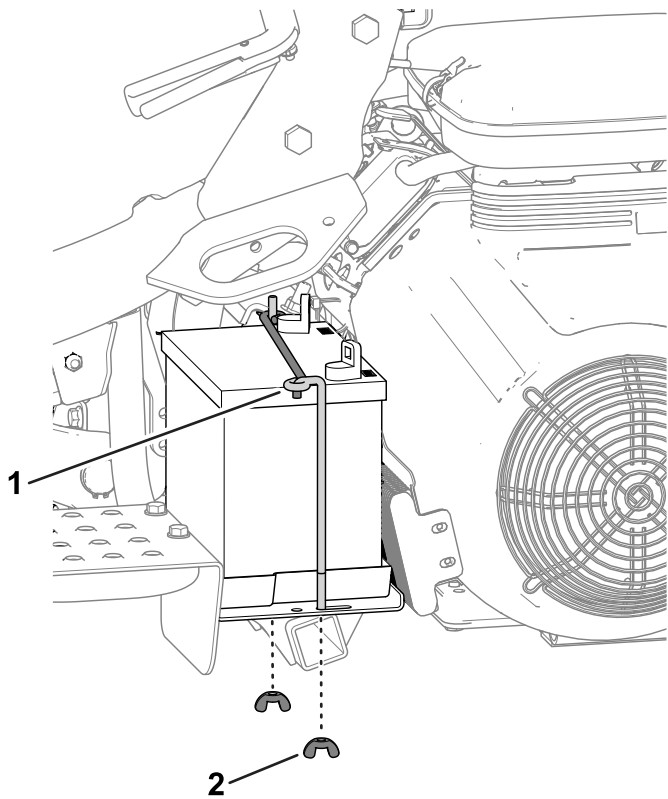

Figure 33
2. Retirez les écrous à oreilles et les tiges qui fixent la batterie sur à la plate-forme (Figure 33) et sortez la batterie.
5. Placez la batterie sur son support et fixez-la en place avec les tiges et les fixations retirées précédemment (Figure 33).